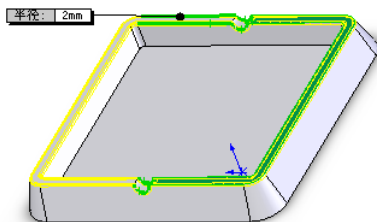

图 1-17 “圆角”特征
(7) 单击【圆角】按钮，出现【圆角】属性管理器，在【半径】文本框内输入“2”，选取欲设圆角平面，单击【确定】按钮，如图 1-图 1-17 所示。